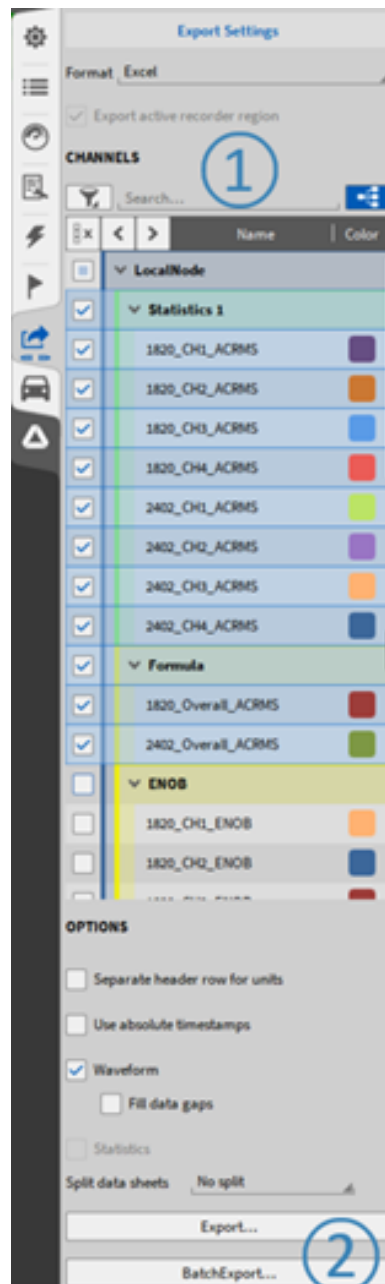

Abb. 11.21: Export-Menü
Die Batch-Export-Option von OXYGEN bietet die Möglichkeit, mehrere *.dmd-Dateien nacheinander mit den gleichen Exporteinstellungen automatisch zu exportieren. Öffnen Sie dazu die erste *.dmd-Datei, die exportiert werden soll, und gehen Sie in das Export-Menü (siehe Abb. 11.21).
Wählen Sie das gewünschte Exportformat (einschließlich der einzelnen Optionen) und die zu exportierenden Kanäle aus (siehe ① Abb. 11.21). Drücken Sie als nächstes die Schaltfläche *Batch Export* (siehe ② Abb. 11.21). Es öffnet sich ein Popup-Fenster, in dem der Benutzer andere *.dmd-Dateien auswählen